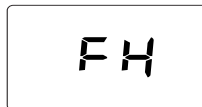

fig. 6- Purga de aire con ventilador en marcha
- Durante los 20 segundos siguientes, en la pantalla aparece el código **FH**, que indica el ciclo de purga de aire del circuito de calefacción con el ventilador en marcha (fig. 6).